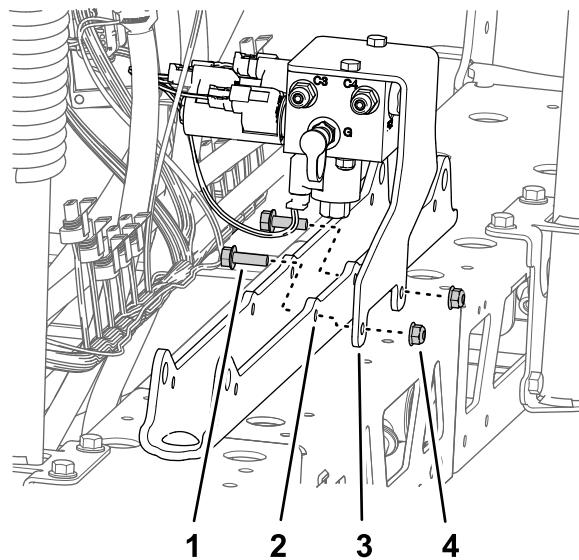

Figura 94
- A. Allineate i fori nella staffa di supporto per il collettore di sollevamento delle sezioni con i fori nel supporto del cilindro (Figura 94).
- B. Montate la staffa di supporto sul supporto del cilindro (Figura 94) con i 2 bulloni a testa flangiata ($5/16'' \times 1''$) e il dado di bloccaggio flangiato ($5/16''$) che avete rimosso al passaggio 1 di **Rimozione del collettore di sollevamento**